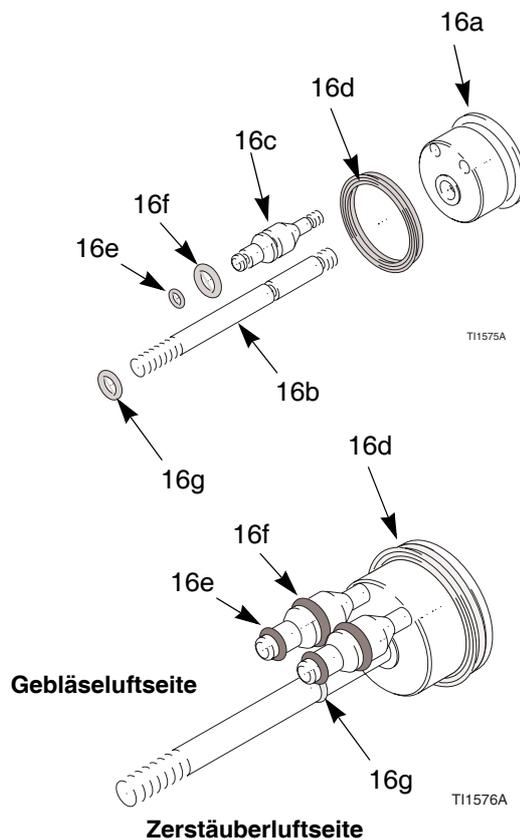

ABB. 27. Pleuell-O-Ringe
6. Untersuchen Sie die O-Ringe (16e, 16f, 16g) und die U-Dichtung (16d) auf Beschädigungen. Siehe Tabelle 4 und ABB. 27.